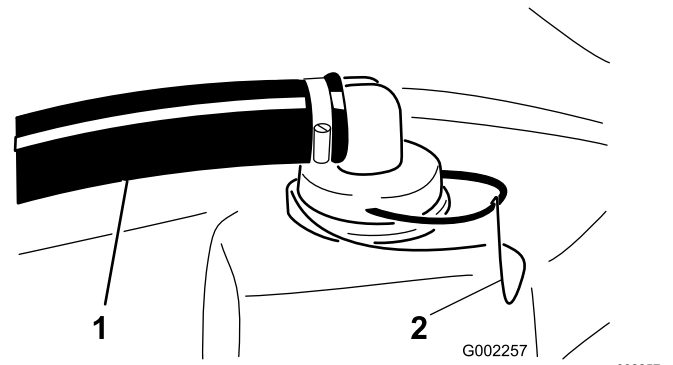

Figure 31
- Au sommet de la cuve du pulvérisateur, retirez le dispositif de fixation qui maintient le raccord de flexible sur le grand flexible et le logement de la crépine (Figure 31).
- Retirez le flexible et le raccord du logement de la crépine (Figure 31).